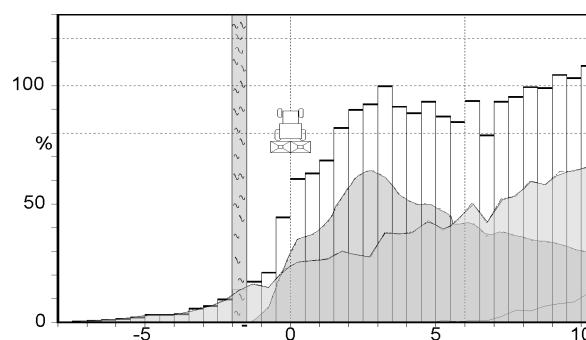
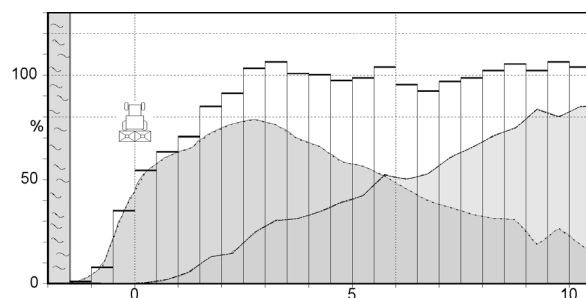

Fig. 9
Fig. 10
- oppretter kjørespor i avstander på 10 el. 12 m (Fig. 9 og Fig. 10)
Rekkevidden til OM 10-16 er ca. 36 m (jfr. Fig. 10). Dette resulterer i 15 og 16 m store overlappingsområder som er fordelaktige for en jevn gjødselspredning. Ved en arbeidsbredde på 10 og 12 meter kan denne store rekkevidden være en ulempe, spesielt ved bruk av en begrensningsskjerm.
Derfor er f.eks. grensespredning (med begrensningsskjerm) på 1,5 m avstand ved 16 m kjørespor bra, siden ikke noe gjødsel kastes på utsiden av jordet. Kjøres det imidlertid med den samme vingestillingen (ved noen gjødseltyper, f.eks. KAS, er det mulig å oppnå en optimal tverrfordeling med samme vingestilling og en arbeidsbredde på 10-16 m) på 12 m eller på 10 m kjøresporavstand, kaster OM 10-16 større mengder gjødsel (ca. 4,5 el. 6,5 m langt) utover grensen på veien tilbake (se Fig. 9).
Siden gjødslingsforskriftene forbyr spredning av gjødsel utover jordets grenser, er det kun mulig å overholde denne forskriften i det ovennevnte tilfellet ved bruk av OM 10-12 (se Fig. 9).